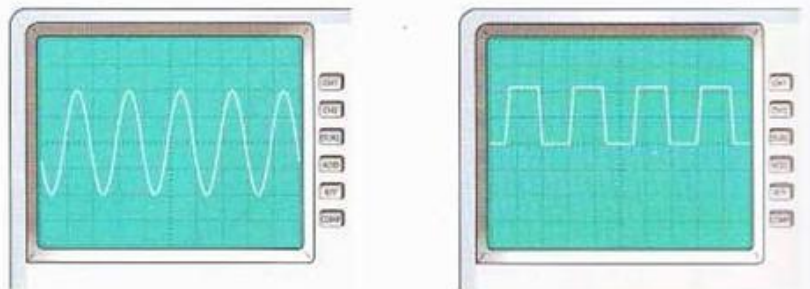

Fig. 10.1. Señales producidas por los osciladores: onda senoidal (izquierda) y onda cuadrada (derecha).
- **Circuitos osciladores:** son capaces de generar señales periódicas, tanto analógicas como digitales. Los osciladores analógicos proporcionarán señales senoidales, y tras que los osciladores digitales producirán señales cuadradas (Fig. 10.1).